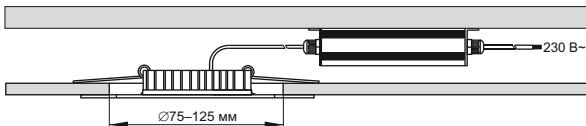

Рисунок 4
4.8 В случае если межпотолочного пространства недостаточного для установки источника питания в отверстие для монтажа светильника с малым кольцом, монтаж светильника выполняется в отверстие диаметром 75-125 мм (большое кольцо корпуса – рисунок 4).